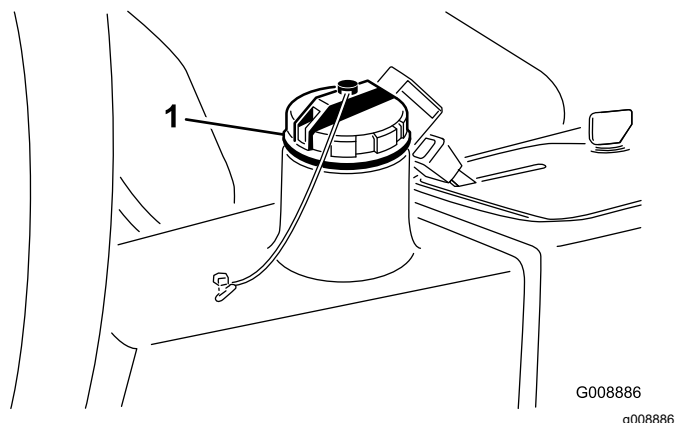

Figure 81
4. Versez environ 13,2 litres de liquide hydraulique dans le réservoir (Figure 81) ; voir Contrôle du système hydraulique (page 28).